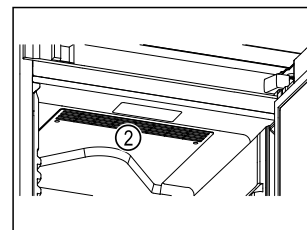

Fig. 67
- Mantenere libere le fessure di ventilazione Fig. 67 (2) della ventola di ricircolo nel vano interno.